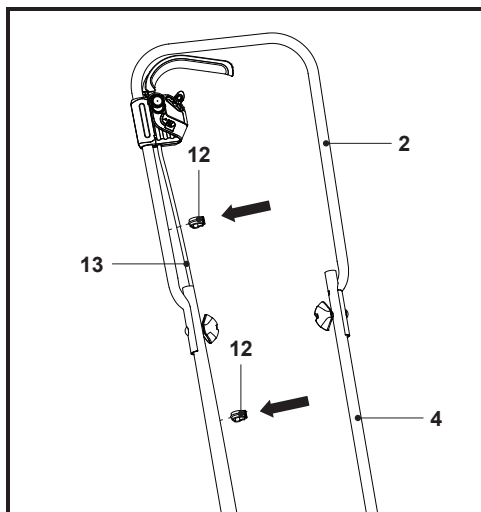

Fig. 3
3. Fije el cable de interconexión (13) a las barras del manillar (2 y 4) con los clips para el cable (12) (Fig. 3).